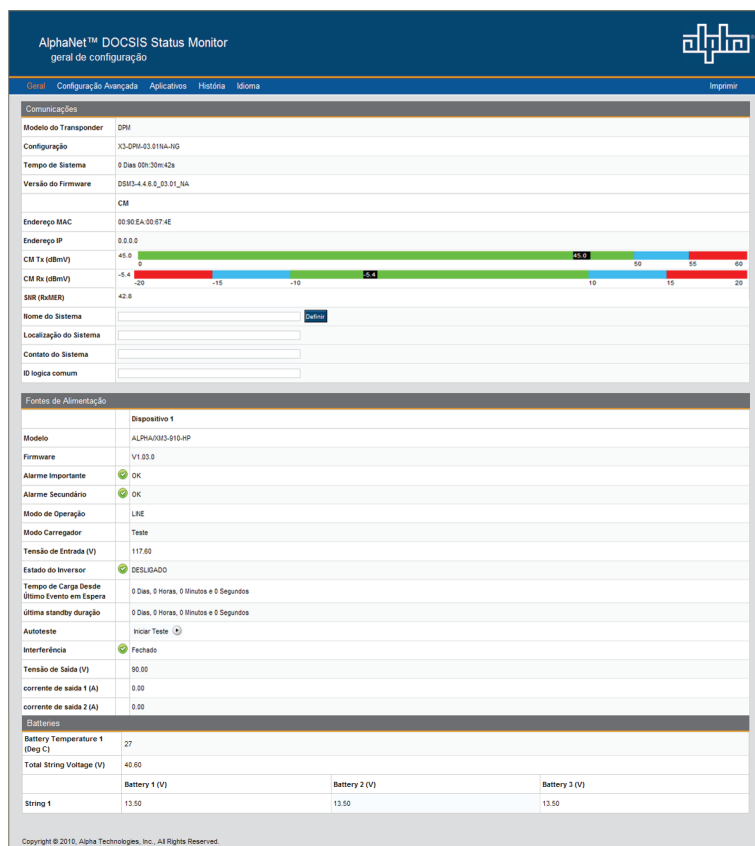

Fig. 2-12, Página web do DSM3 Series
4. A página inicial do servidor web do transponder será exibida (Fig. 2-12). **Observação: Para o DSM3 Series, isso poderá levar até 45 segundos quando o transponder for ligado pela primeira vez sem conexão RF.**